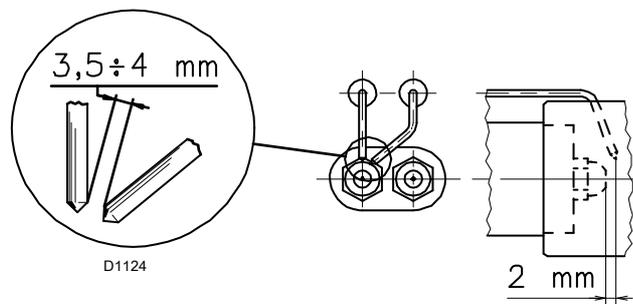

图 14
检查电极是否正确定位，符合图 14 所示尺寸。
- 1 段火喷嘴在点火电极下方，图 14 第 19 页。